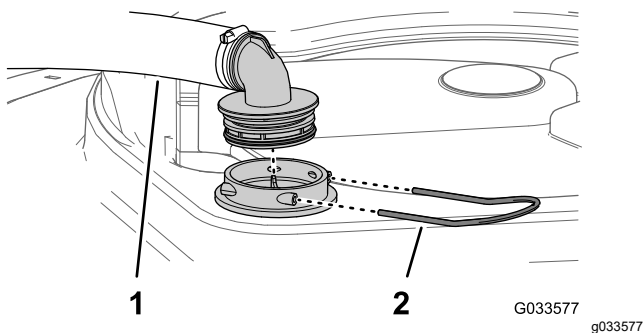

Рисунок 109
2. В верхней части бака опрыскивателя снимите держатель, который крепит шланговый штуцер, подсоединенный к большому шлангу, идущему от корпуса фильтра (Рисунок 109).
3. Отсоедините шланг и шланговый штуцер от корпуса фильтра (Рисунок 109).